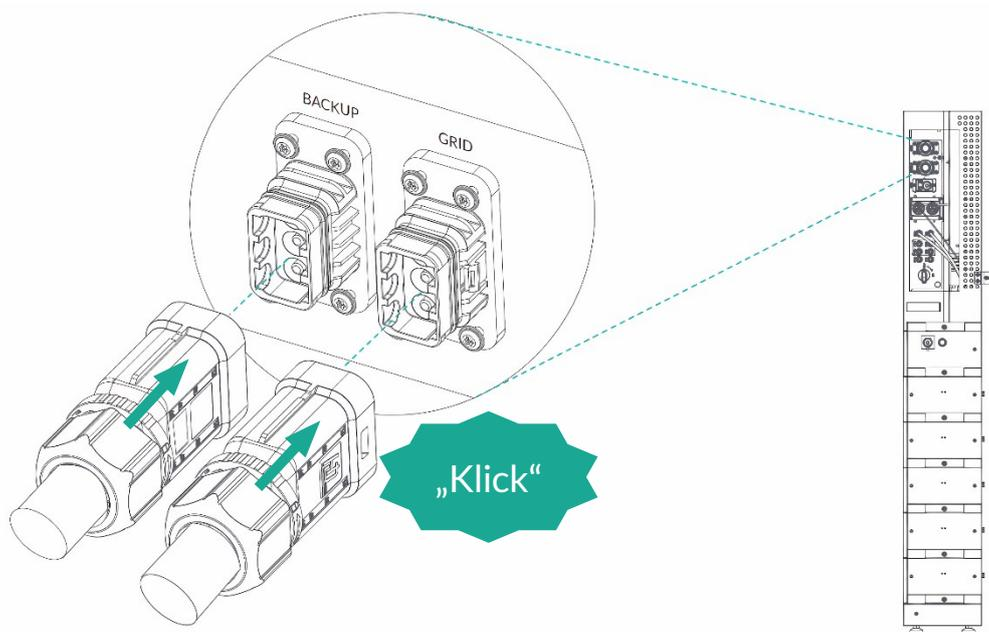
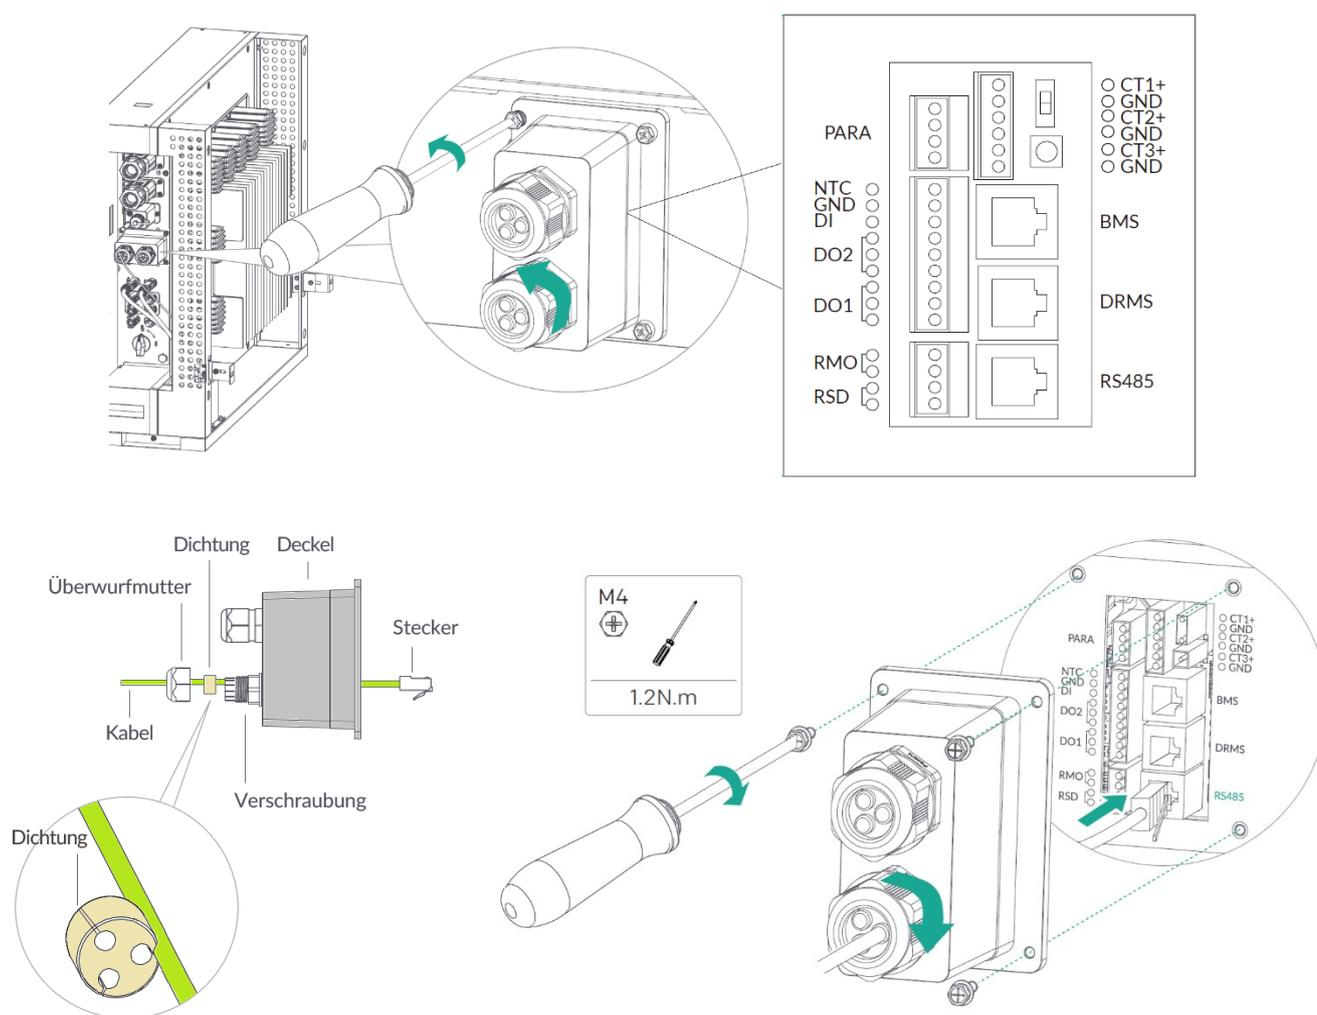

Abbildung 22: Anschluss AC-Stecker am Wechselrichter
Abbildung 25: Anschlussfeld Kommunikation
- Stecker auf den Anschluss am Wechselrichterschieben, bis die Verriegelung einrastet. Farbkodierung beachten. Durch Ziehen am Stecker prüfen, ob die Verriegelung eingerastet ist. (Abbildung 22)
- Das Anschlussfeld für Kommunikation liegt unter einer schwarzen Kunststoff-Abdeckung (Abbildung 25). Im Auslieferungszustand ist dort bereits das Kabel für das Batterie-Management-System angeschlossen.
- Anschluss Smart Meter RS485 Kabel wie in Abbildung 25 gezeigt
- Anschluss Grid und Backup am Wechselrichter wie in Abbildung 22 und Abbildung 25 gezeigt